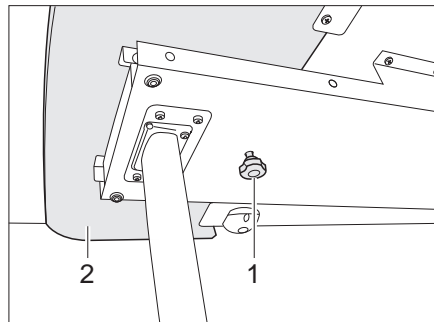
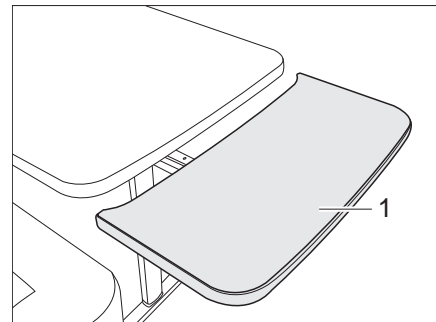

Bild 75 Verriegelung der Tischplattenverlängerung
Bild 76 Tischplattenverlängerung
- Rändelschraube (Bild 75,1) lösen.
- Tischplattenverlängerung (Bild 75,2) bis zum Anschlag herausziehen (Bild 76).
- Tischplattenverlängerung (Bild 76,1) in einem Bogen nach oben führen. Die Tischplattenverlängerung liegt bündig an der Tischplatte an.
- Tischplattenverlängerung (Bild 76,1) bis zum Anschlag von der Tischplatte wegziehen und gegen den Widerstand der Haltefedern nach unten drücken. Die Tischplattenverlängerung fährt in einem Bogen nach unten (Bild 76).
- Rändelschraube (Bild 75,1) festziehen.